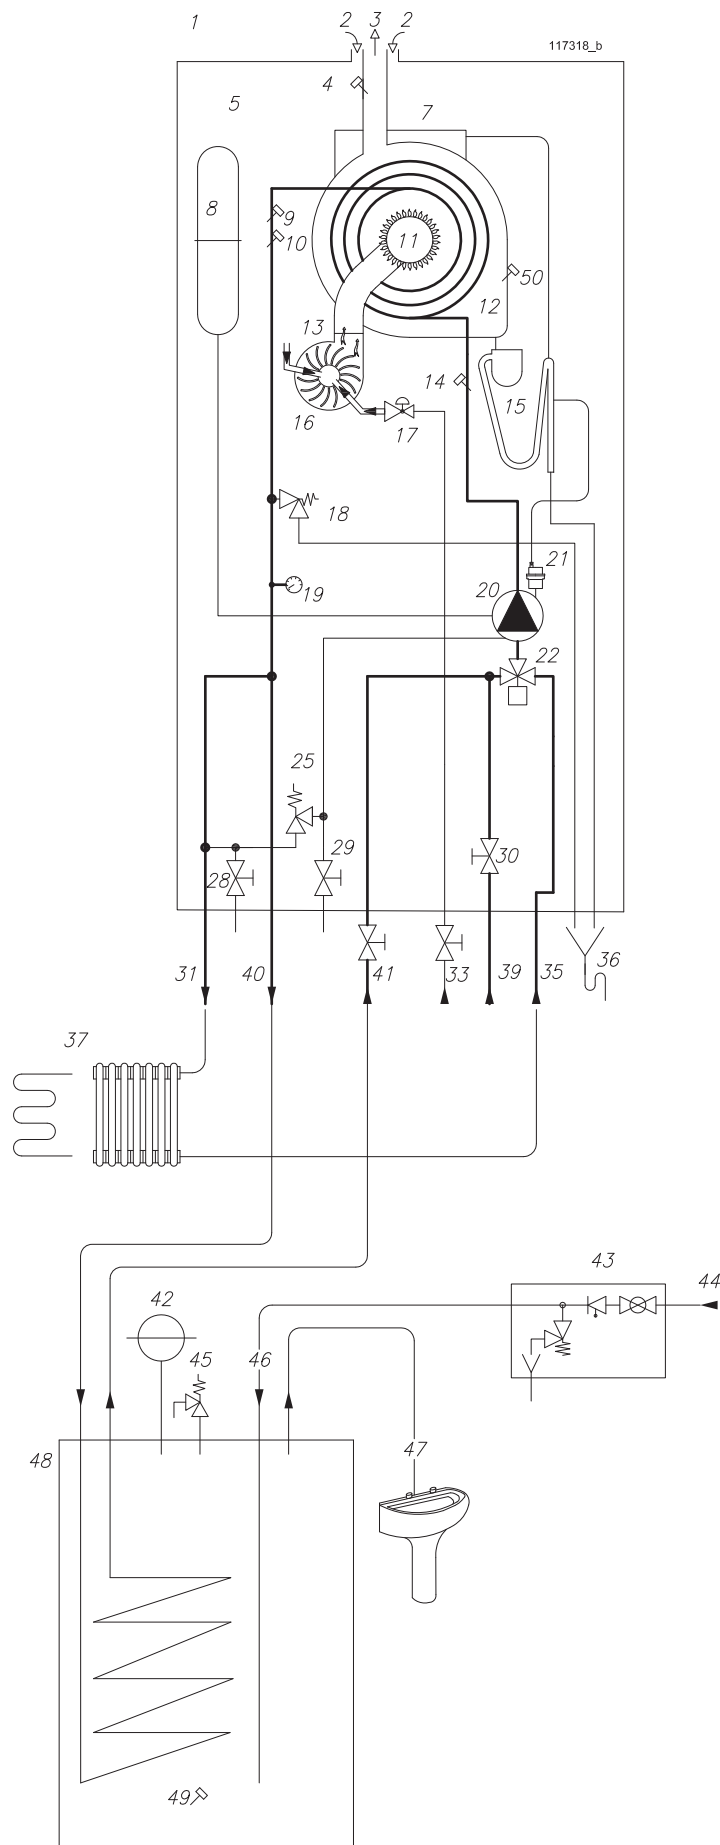

Figure 4-2 - Schéma hydraulique
B) - MYDENS -- « B ». Avec cet appareil il est possible de réaliser une installation pour la production d'eau chaude sanitaire instantanée moyennant un ballon à accumulation de type à serpentin et une installation de chauffage avec les éléments chauffants fonctionnant à une température comprise entre 30°C et 80°C. Un exemple de cette typologie d'installation est présent à la fig. 4-2.